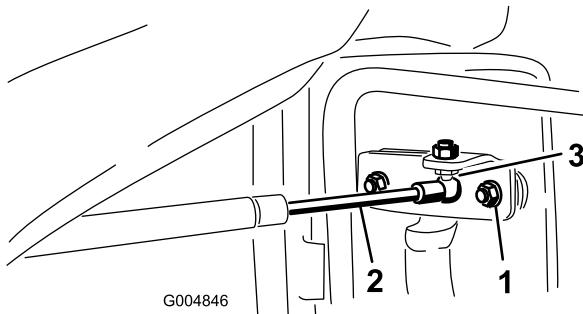

Рисунок 62
1. Снимите скобу крепления гнезда механизма закрывания двери к шаровой опоре кронштейна двери (Рисунок 62).